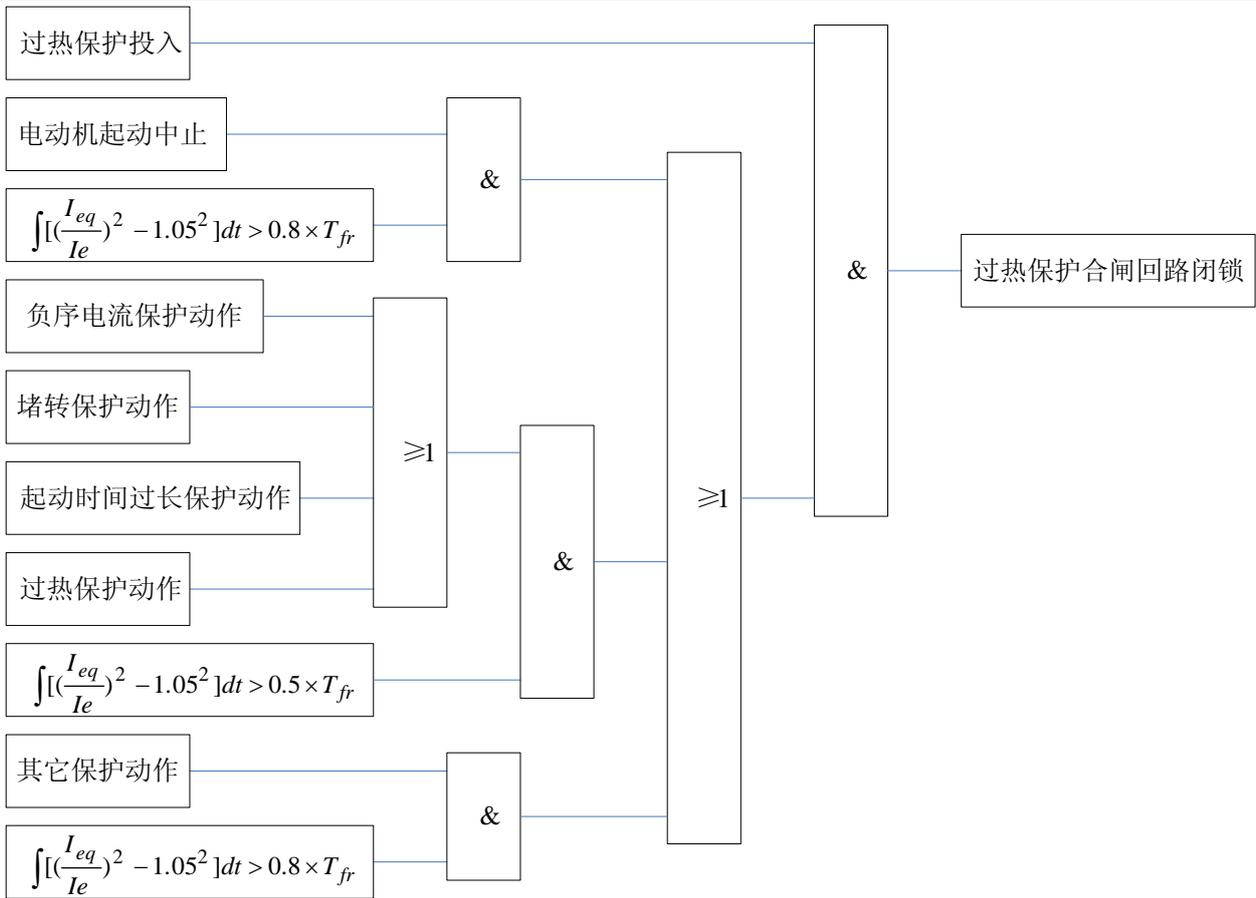

图 3-16 过热保护合闸回路闭锁逻辑
- 3) 当其它保护动作导致电动机停止，且热积累大于 80% 的动作值时，闭锁电动机合闸回路。其逻辑图见图 3-16。